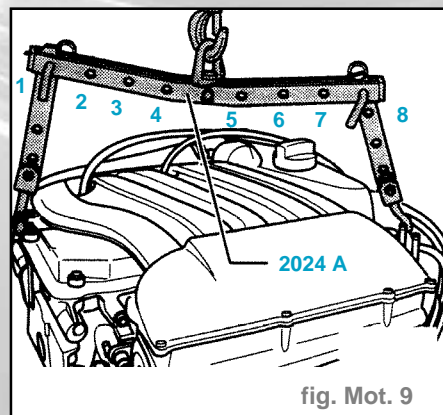

fig. Mot. 9
- Accrocher le dispositif de suspension 2024 A et le soulever légèrement avec la grue d'atelier V.A.G 1202A (fig. Mot. 9).